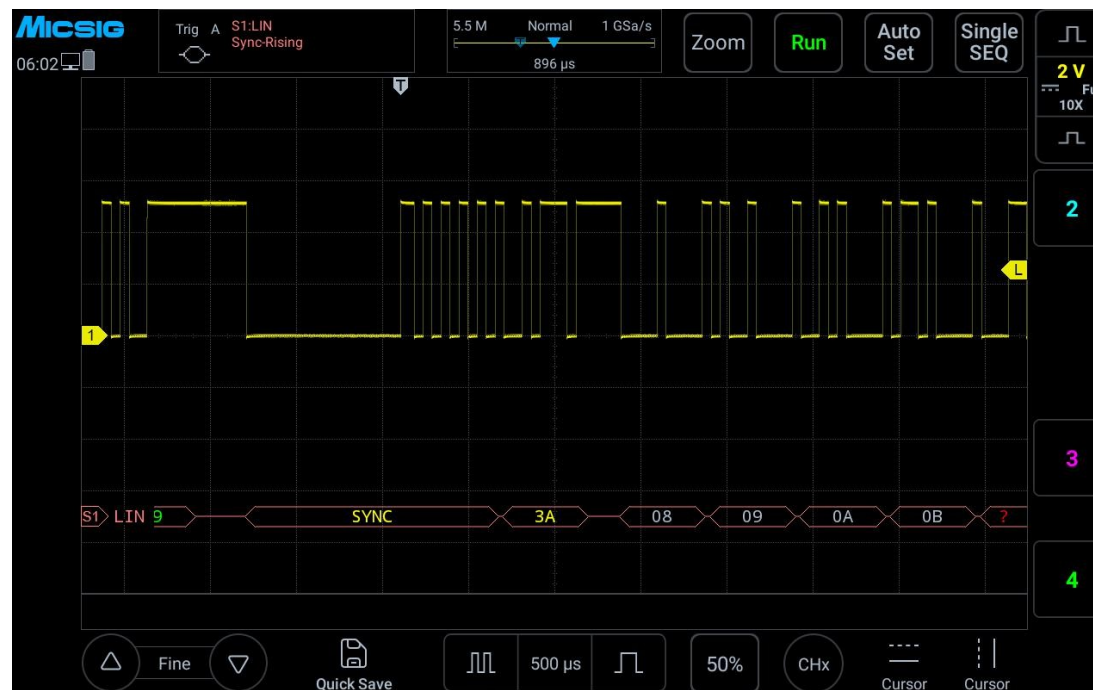

Abbildung 13-12 Grafische Benutzeroberfläche für LIN
(4). Klicken Sie auf den Konfigurations , um das Einstellfeld für den Schwellenwert des Dekodierkanals zu öffnen. Ziehen Sie das Einstellfeld nach oben oder unten, um den Schwellenwert anzupassen. Passen Sie den Schwellenwert an die Amplitude des Signals an, um das Signal stabil auszulösen. Die grafische Benutzeroberfläche des LIN-Triggers ist in Abbildung 13-12 dargestellt.